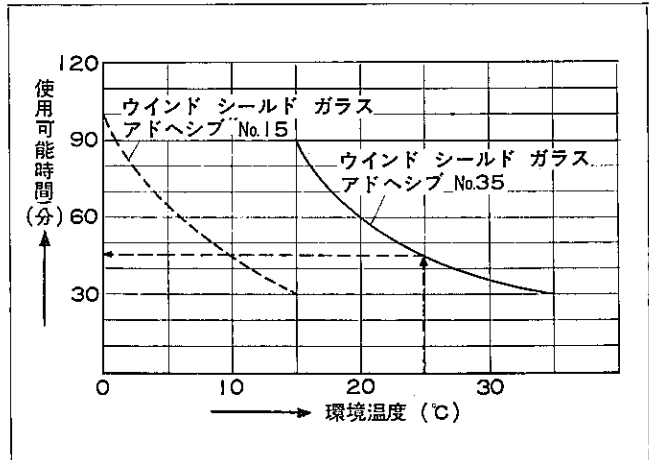

図15-1-23 使用可能時間
(1) アドヘシブの使用可能時間は環境温度（作業する場所の温度）によつて大きく変化する。環境温度によつてウインド シールド ガラス アドヘシブ セット（2種類）を正しく使い分ける必要がある。作業時間（主剤と硬化剤を混合してからボデーへガラスを装着するまでの時間）は最低30分程度を必要とするが、図15-1-23を参考にし、アドヘシブの使用可能時間内で作業を終えること。